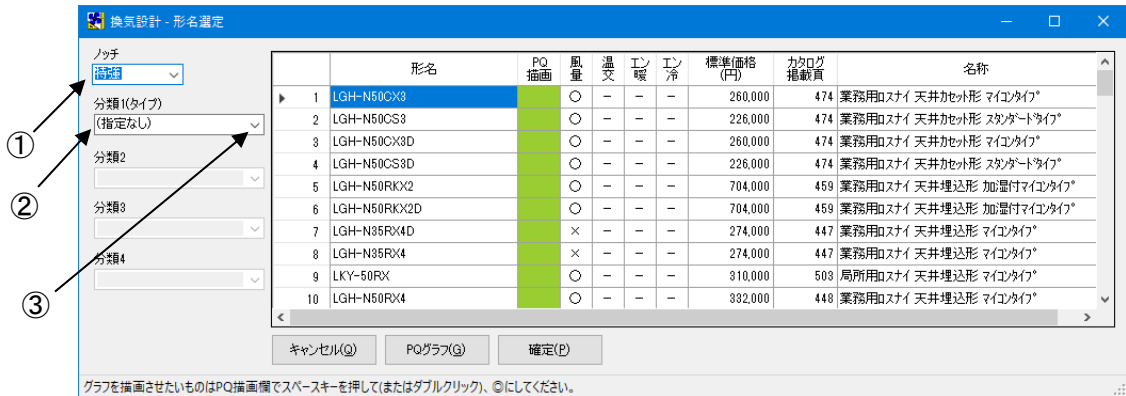

図3
### (1) ノッチ(図 3-①)
### (2) 分類(図 3-②)
分類 1 の「v」(図3-③)をクリックし、選択します。